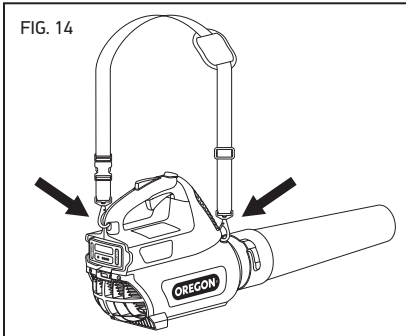

FIG. 14
- Una los broches del arnés a los anillos del arnés con la hebilla de ajuste en el frente y la liberación rápida atrás (Fig. 14).